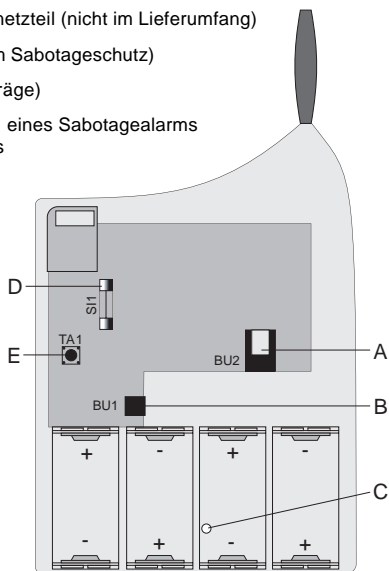

Bild 1
- Gehen Sie zum Alarmwähler und legen Sie vier Batterien des Typs „Baby“ (C) polungsrichtig ein (Abbildungen im Batteriefach beachten).
- Falls Sie zusätzlich ein Steckernetzteil verwenden wollen, so verbinden Sie die Buchse „BU1“ (siehe Bild 1 auf Seite 10) mit dem Niederspannungsausgang des Steckernetzteils.